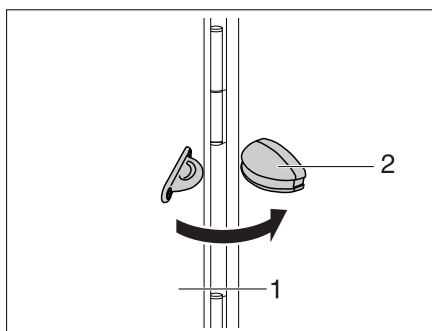

Bild 53 Spärr utvändiga luckor
- Öppna den utvändiga luckan (Bild 53,1) och fäll den mot fordonets vägg.
- Tryck in den utvändiga luckan i spärren (Bild 53,2).
- Dra den utvändiga luckan (Bild 53,1) kraftigt ur spärren (Bild 53,2).